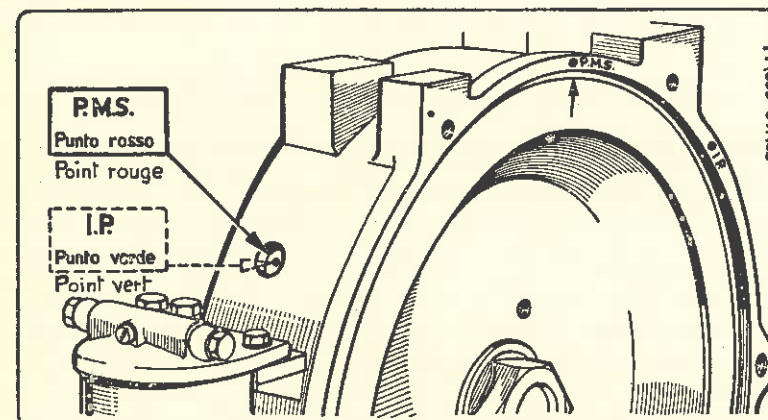

Fig. 14 - RIFERIMENTI DEL P. M. S. E DELL'INIZIO POMPATA
POSIZIONE DEL PUNTO MORTO SUPERIORE (Fig. 14)
c) Nell'istante in cui il pistoncino chiude il foro di alimentazione del cilindretto il combustibile cesserà di sgorgare. Questo è l'inizio della pompata e deve cadere nel punto indicato con I.P. (Fig. 14).